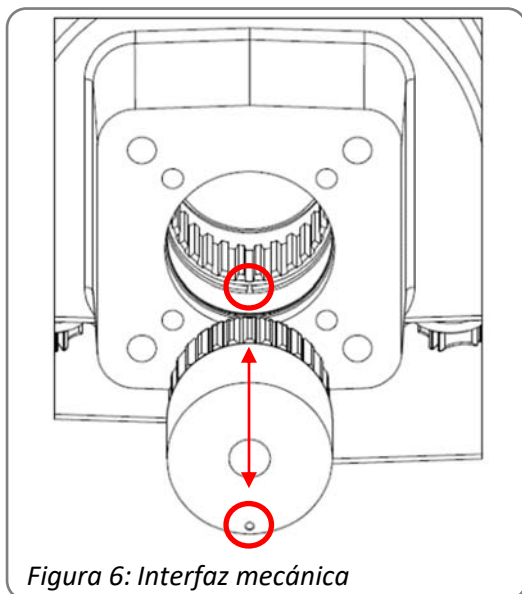

Figura 6: Interfaz mecánica
- Coloque (A) el actuador con el buje de accionamiento en la caja de engranajes o (B) primero el buje de accionamiento y luego el actuador en la caja de engranajes (véase la figura 6 como referencia).